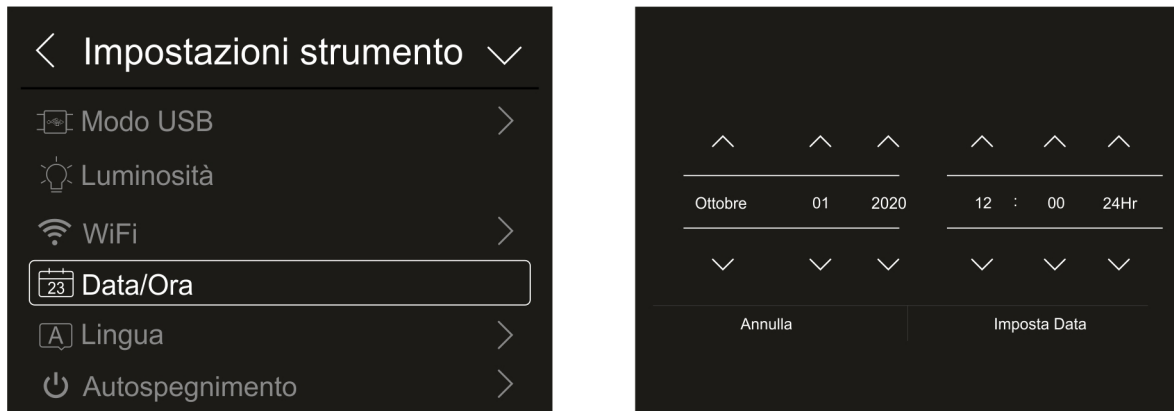

Fig. 16: Impostazione Data/Ora di sistema
1. Toccare la voce “Ora e Data” per eseguire l’impostazione della Data/Ora di sistema. La videata di Fig. 16 – parte destra è mostrata: